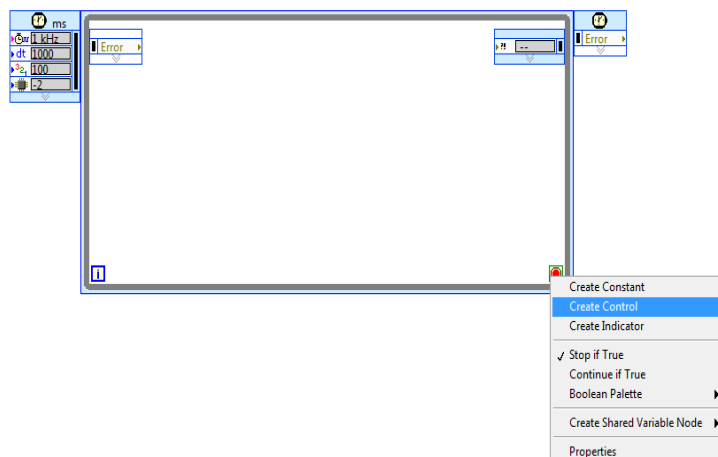

Fig.23 Create Control para el Ciclo Time Loop.
3. Haga Click derecho sobre el botón rojo del ciclo de Time Loop y seleccione Create Control (Fig.23).